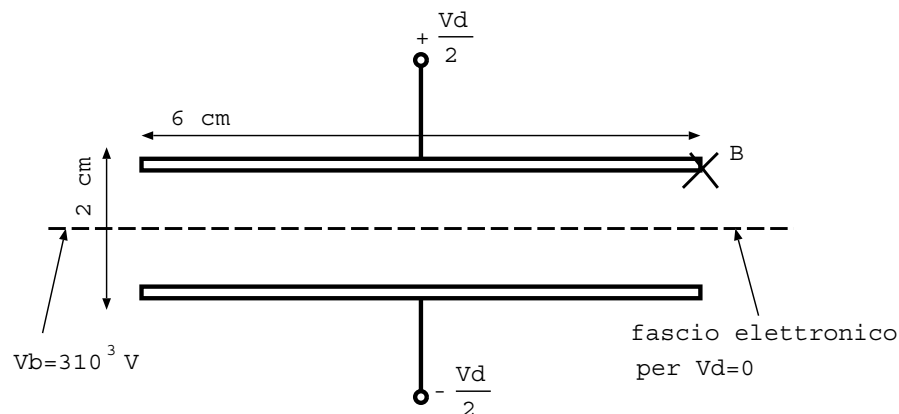

Figura 4: Placchette di deflessione
20. Con riferimento alla figura 4 (placchette di deflessione) determinare per quale valore della tensione  $V_d$  il fascio elettronico passa per il punto B, quando la tensione di accelerazione del fascio è  $V_b = 3 \cdot 10^3 \text{ V}$ . ( $m_{elettrone} = 9.1 \cdot 10^{-31} \text{ Kg}$ ,  $q_{elettrone} = 1.6 \cdot 10^{-19} \text{ Coulomb}$ )